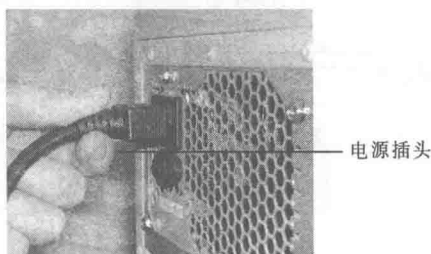

图 1-35 显示器电源的连接
- (3) 将显示器的电源插头插入主机电源，如图 1-35 所示。